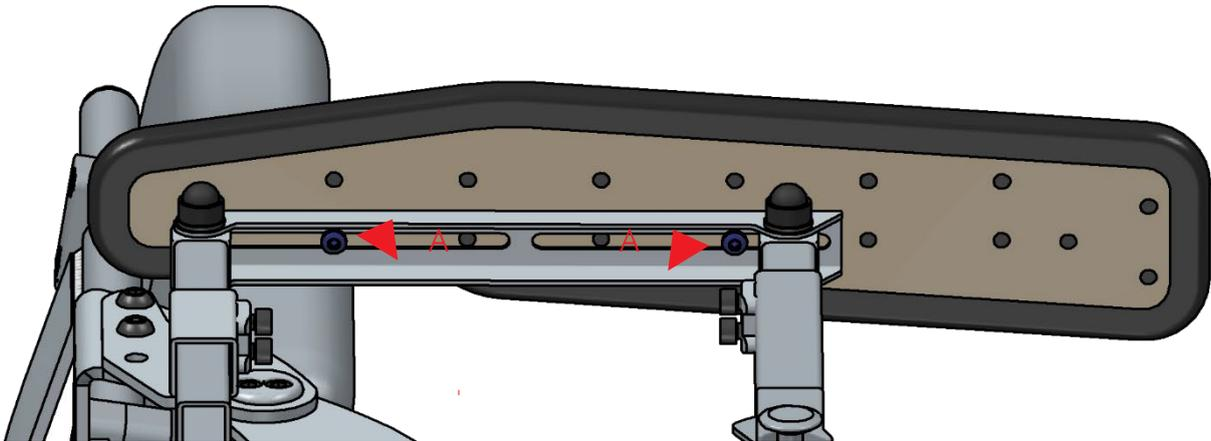

Abbildung 6
1. Lösen Sie die zwei Bolzen (Abb. 6 - Pos. A), welche die Armlehnenpolsterung halten.
3. Ziehen Sie die zwei Bolzen an (Abb. 6 - Pos. A), welche die Armlehnenpolsterung halten.